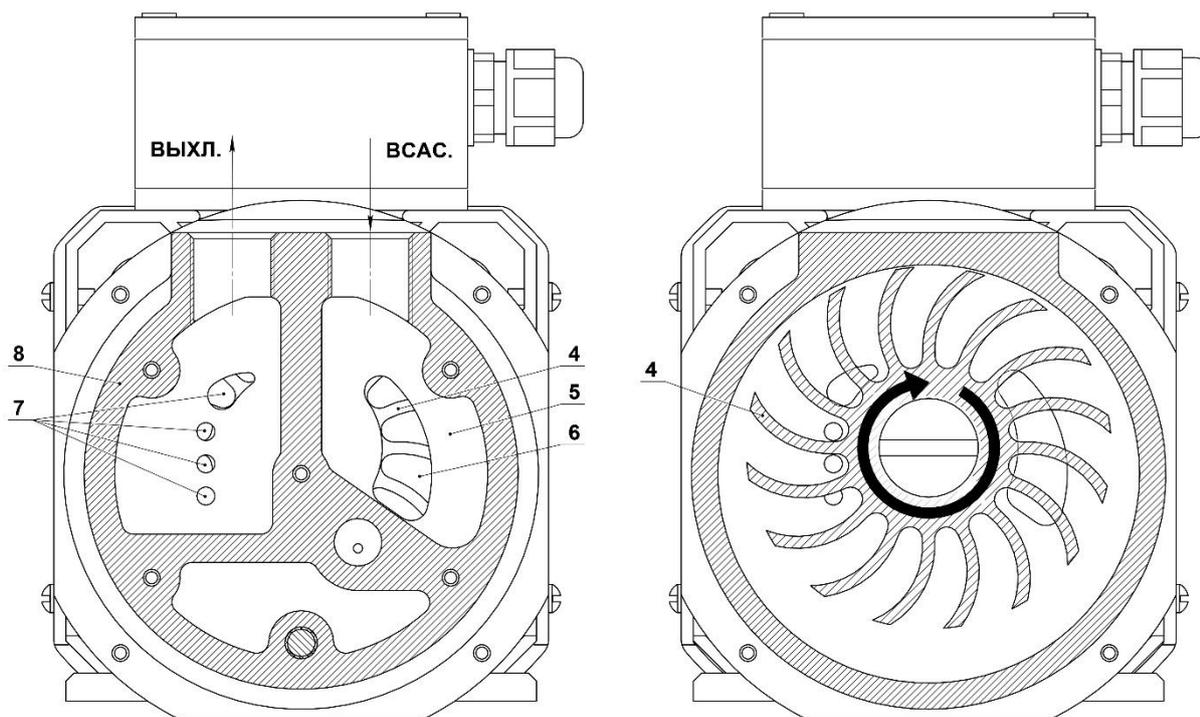

Рис.3. Принцип работы насоса HBV-12.
На рис. 3 показана рабочая камера в разрезе. В корпусе (8) насоса вращается эксцентрично расположенное рабочее колесо (4).